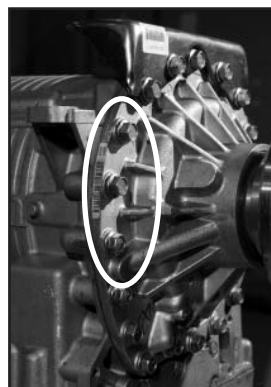

Abb. 13
13. Die 3 Schrauben am Getriebe, die für die Halterung verwendet werden, müssen entfernt werden. Zur Befestigung der Halterung am Getriebe werden bei allen Getrieben außer Baureihe 3000 mit Retardern neue längere Schrauben (380075, M12-1,75" x 55 mm) verwendet. Für Baureihe 3000 mit Retardern die Schraube mit Teile-Nr. 380364 (M12-1,75" x 140 mm) verwenden (**Abb. 13 und 13a**).